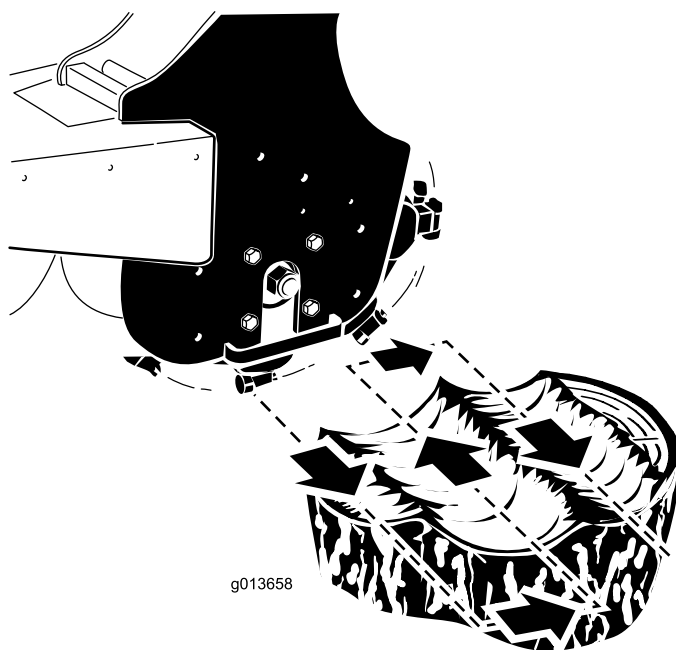

Figura 12
4. Posizionate il trinciaceppi a sinistra dietro il ceppo (Figura 12).
- Fate oscillare il trinciaceppi verso di voi con la leva d'inclinazione dell'accessorio, trinciando a una profondità compresa tra 0,5 e 5 cm, a seconda della durezza del legno (Figura 12).
- Fate oscillare la trinciatrice riportandola nella posizione iniziale (Figura 12), abbassatela di un'altezza compresa tra 0,5 e 5 cm e ripetete i passaggi da 4 a 6 fino a quando non avete trinciato alcuni centimetri di ceppo.
- Spostate la trinciatrice a destra (Figura 12).